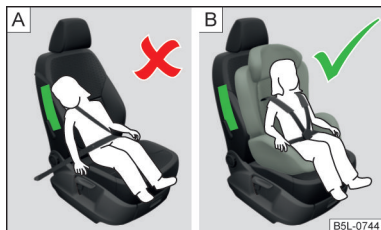

Fig. 14
**Copilul nu trebuie să se afle în zona de acțiune a airbagului lateral » fig. 14 - A.**
Între copil și zona de declanșare a airbagului lateral trebuie să rămână un spațiu liber suficient, astfel încât airbagul lateral să confere protecția optimă » fig. 14 - B.